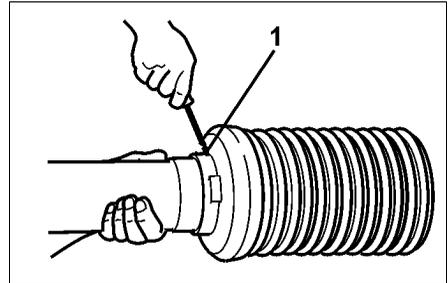

Fig. 20
- Togliere il bullone di fissaggio (Fig. 20/1)